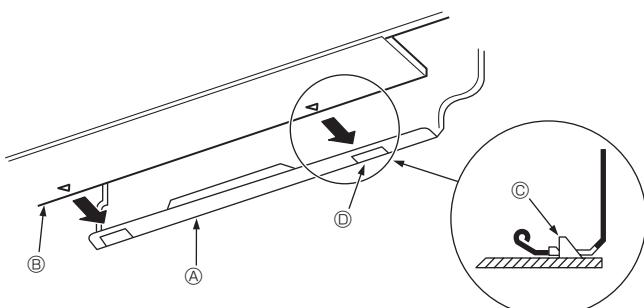

Fig. 3-10
3. Lors de l'insertion du tuyau de réfrigérant et le tuyau d'écoulement dans l'orifice mural d'insertion (manchette de pénétration), accrocher la partie supérieure de l'appareil intérieur sur la planche d'installation ①.
5. Fixer en poussant la partie inférieure de l'appareil intérieur sur la planche d'installation ①. (Fig. 3-10)
- * Vérifier que les boutons en bas de l'appareil intérieur sont correctement maintenus sur la planche d'installation ①.
- ① Planche d'installation
② Appareil intérieur
③ Crochet
④ Orifice carré